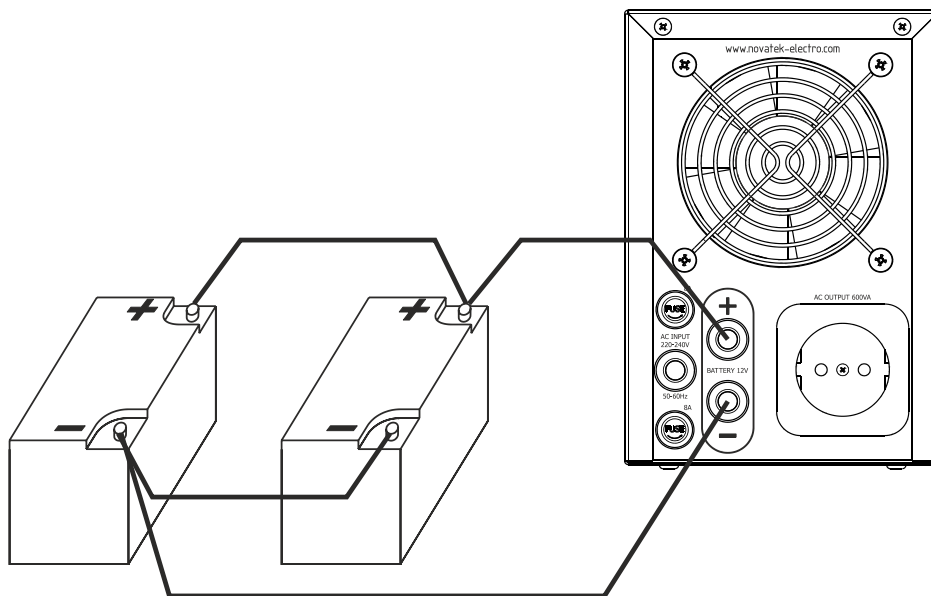

Рисунок 5 – Пример параллельного включения АКБ и диагонального подключения ИБП
- *В случае использования нескольких батарей подключите батареи параллельно (см. рис. 5). Для подключения дополнительных батарей потребуются дополнительные провода, которые нужно приобрести отдельно. При подключении двух или более батарей плюсовая клемма одной батареи соединяется с плюсовой клеммой другой, минусовая клемма - с минусовой клеммой другой АКБ.*
- При использовании батареи из двух или более аккумуляторов, они должны быть одного типа и емкости (при различии в емкости аккумуляторы будут иметь разное внутреннее сопротивление, вследствие чего уровень заряда будет неодинаков). Пример схемы параллельного подключения двух АКБ на рис. 5.